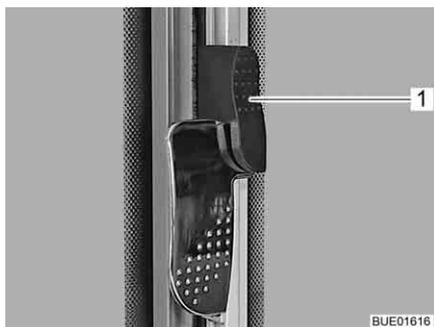

Bild 116 Schiebefenster mit Schwenkverriegelung (verriegelt)
- Sicherungsriegel (Bild 116,1) nach oben schieben.
- Sicherungsriegel (Bild 116,1) nach unten schieben.